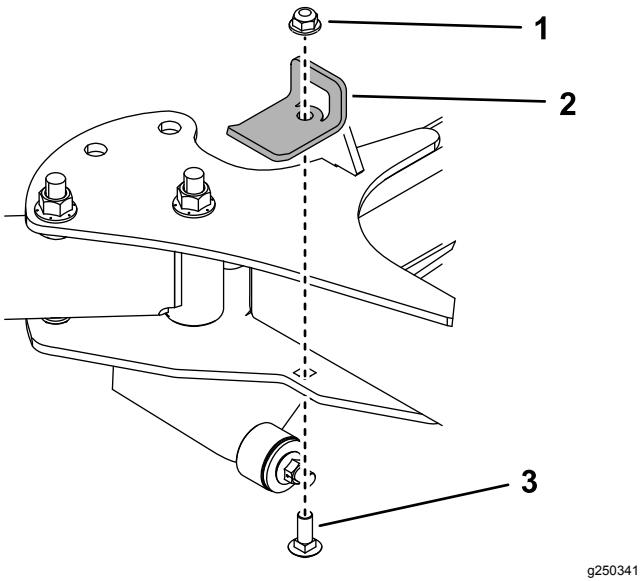

Figura 10
10. Utilice un perno de cuello cuadrado ($\frac{3}{8}$ " x 1") y una contratuerca ($\frac{3}{8}$ ") para instalar el soporte de tope en el lado derecho de la máquina (Figura 10). Apriete el perno a 37–45 N·m (27–33 pies-libra).